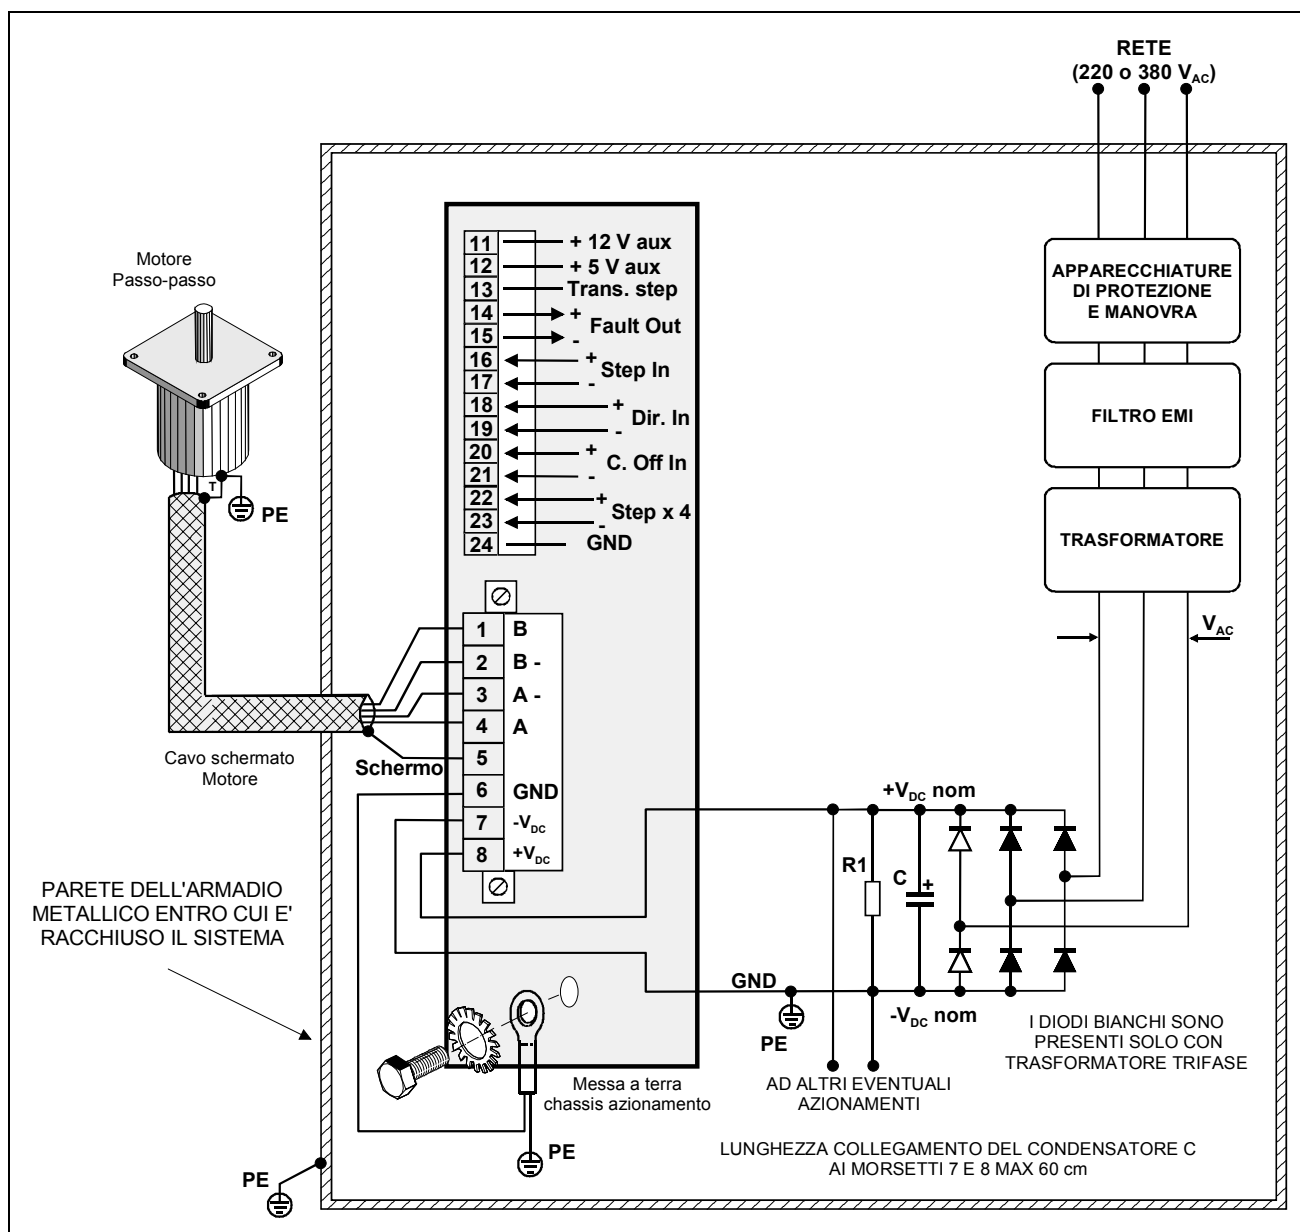

Fig. 5 – Schema di cablaggio.
5.3 - Il terminale indicato come GND è il punto del gruppo motore-azionamento che deve essere collegato a terra (terminale PE) allo scopo di garantire il funzionamento di alcune protezioni dell'azionamento stesso. Nessun altro punto a diverso potenziale del circuito di logica né di quello di potenza dovrà essere collegato a terra; in particolare, non devono essere collegati a terra i terminali del secondario del trasformatore. Altri punti equipotenziali con questo potranno essere collegati a terra con le cautele suggerite dalla buona tecnica per una corretta disposizione di collegamenti multipli di terra. A punti equipotenziali con questo vanno inoltre collegati gli schermi dei cavi schermati sia dei segnali logici che delle uscite motore. Tenere presente inoltre che il morsetto GND è internamente collegato ai morsetti 5 e 7 di C1 ed ai morsetti 24 di C2. Vedere schemi di collegamenti in fig. 5, 10 e 11.
- 7.2- Nello schema di cablaggio di Fig. 5 è indicata la possibilità di usare, in alternativa, un gruppo trasformatore-ponte monofase oppure trifase. La scelta tra le due soluzioni dipende da considerazioni tecnico-economiche difficili da generalizzare; in linea di massima è preferibile l'uso di un gruppo trifase quando la potenza supera uno dei seguenti limiti: 500-600 Watt di potenza media o 700 Watt di potenza massima.